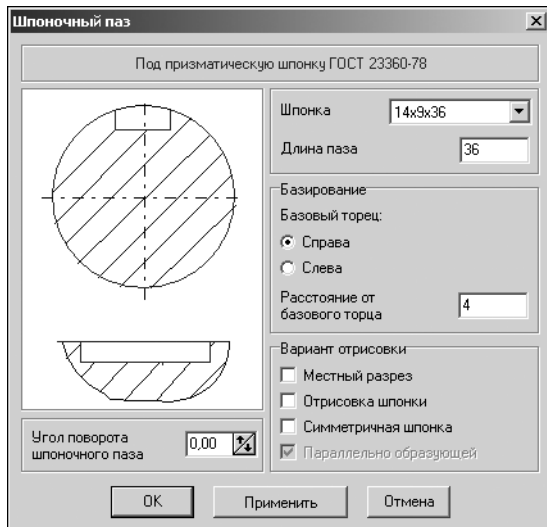

Рис. 4.25.
4. Укажите тип паза **Под призматическую шпонку ГОСТ 23360-78** и щелкните левой клавишей мыши. Откроется окно, предназначенное для ввода параметров шпонки и шпоночного паза (рис. 4.25).